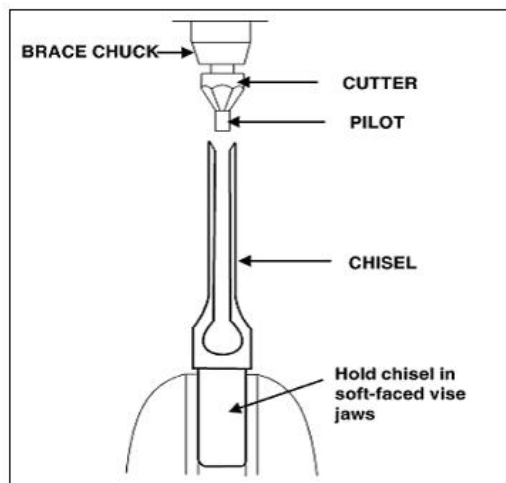

Fig . 9
- Aiguissez le ciseau avec un ciseau à mortaise et à tenon de la bonne taille guide. (La taille du pilote varie en fonction de la taille du ciseau). Deux à trois tours de la fraise dans le mandrin du charpentier suffisent pour affûter le ciseau, comme illustré à la figure 9.